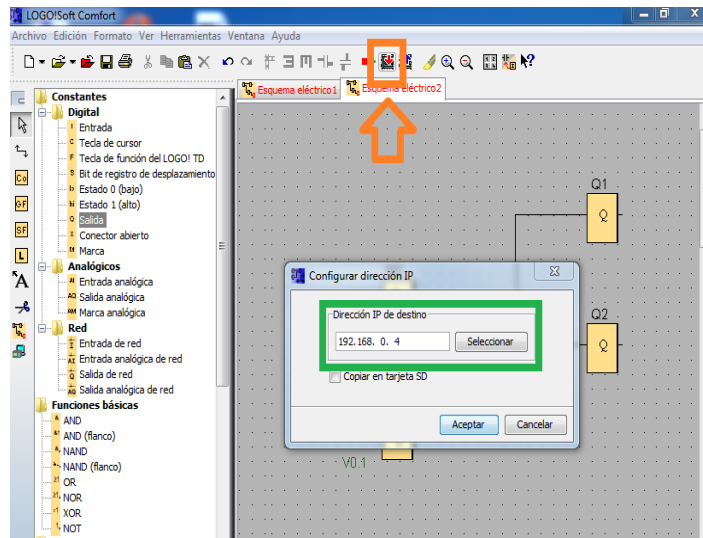

Figura 124: Cargar esquema eléctrico.
7. Cargar el esquema eléctrico como se muestra en el cuadro naranja Figura 124. A continuación se muestra una ventana “Configuración de dirección IP de destino” y se inserta la dirección del LOGO 230RCE, como muestra en el cuadro verde. Por ultimo dar clic en aceptar.